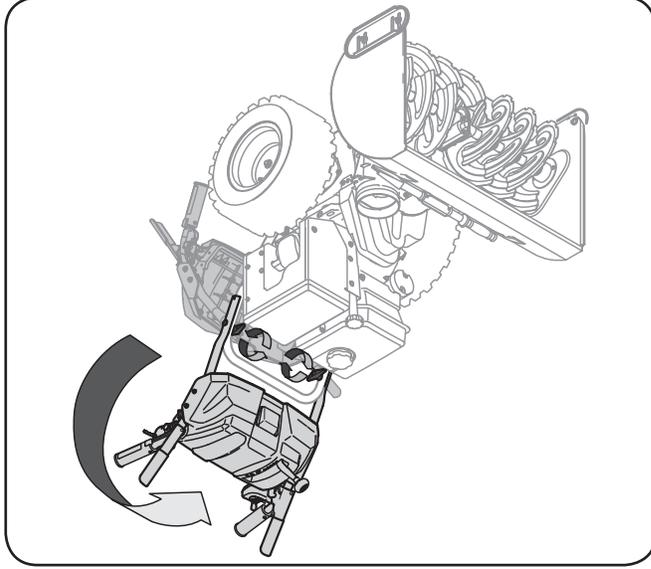

Figure 3-1
2. Vérifiez que les deux câbles sont enfoncés dans les rainures des galets qui se trouvent à l'arrière de la souffreuse, avant de relever le guidon. Voir la Figure 3-1.